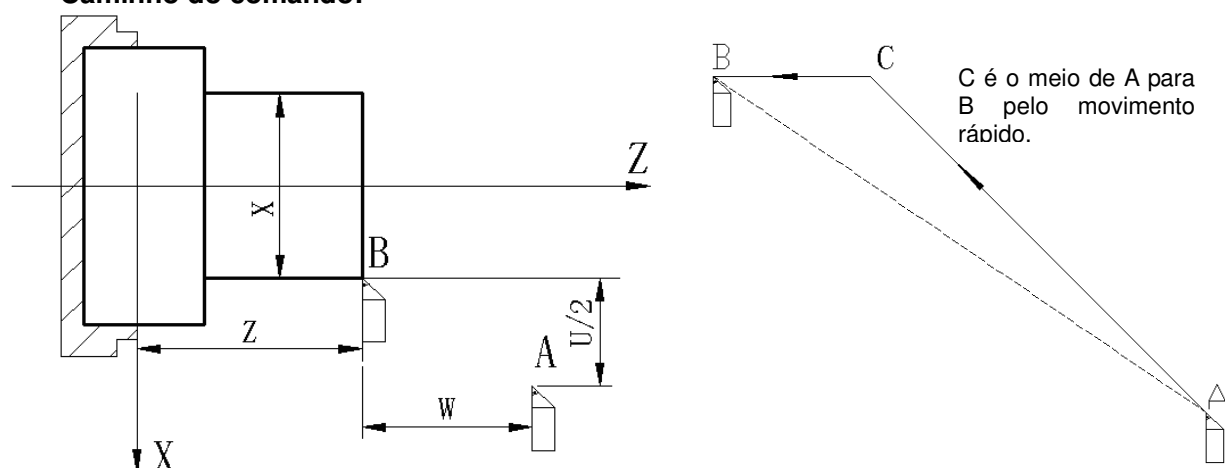

Fig. 3-1
**Função do comando:** X, Z passagem rápida com a respectiva velocidade de avanço do ponto ao ponto de início. G00 é comando inicial como a Fig.3-1.